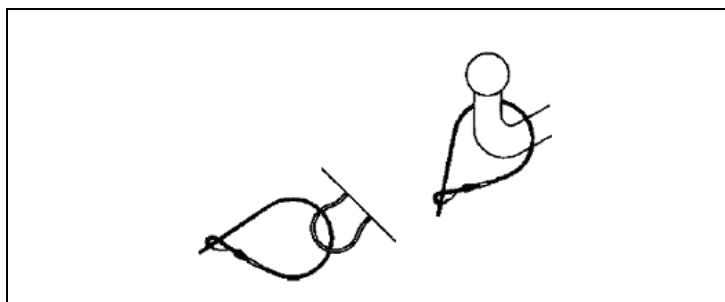

Рисунок 31: Страховочный трос
5. Закрепите страховочный трос в точке привязки на сцепной панели (См. Рисунок 31: Страховочный трос), затем подключите электрический разъем, который обеспечивает питанием приборы освещения, указатели поворотов и т. п. к разъему тягача.